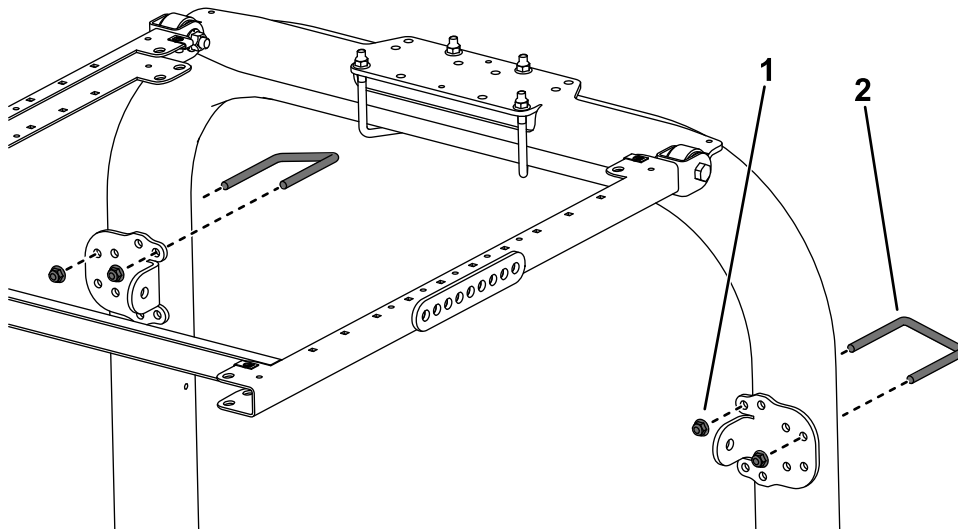

Figura 4
4. Usando los taladros de montaje indicados en la Figura 4, sujete provisionalmente cada uno de los soportes de los tirantes a los postes de la barra antivuelco con un perno en U ($3\frac{1}{8}$ " x 4") y 2 tuercas con arandela prensada.